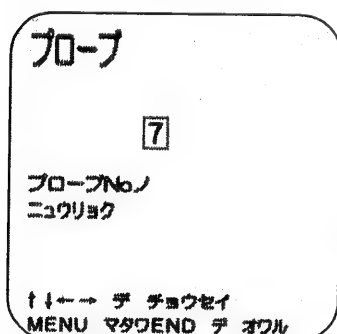

図13
7. 6. 2. プローブの設定は、図11を表示させたあと、☐ プローブにカーソルを合わせSTARTキーを押してください。図13が表示されます。